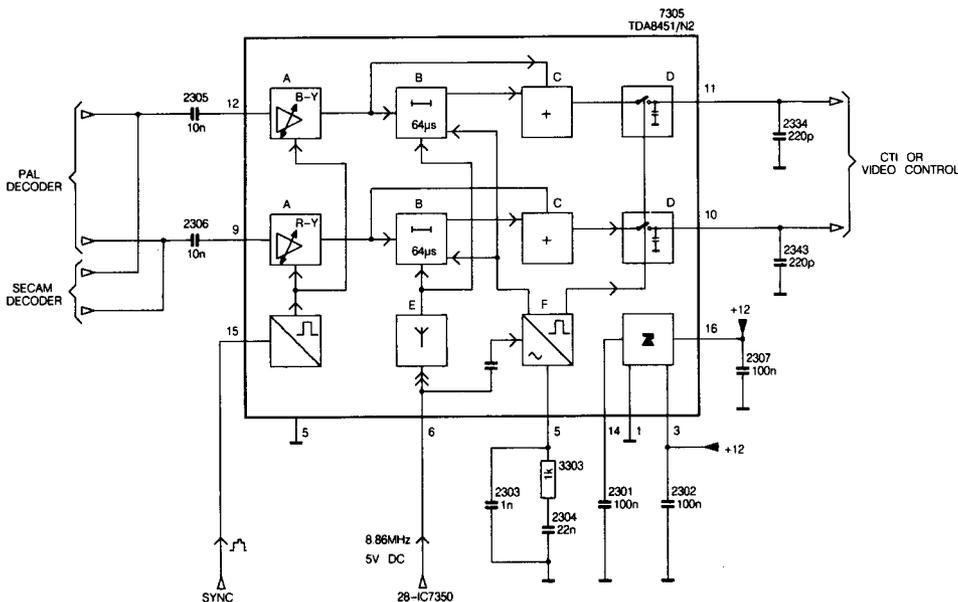

Bild 5.7
5.6 Die Verzögerungsleitung (Bild 5.7)